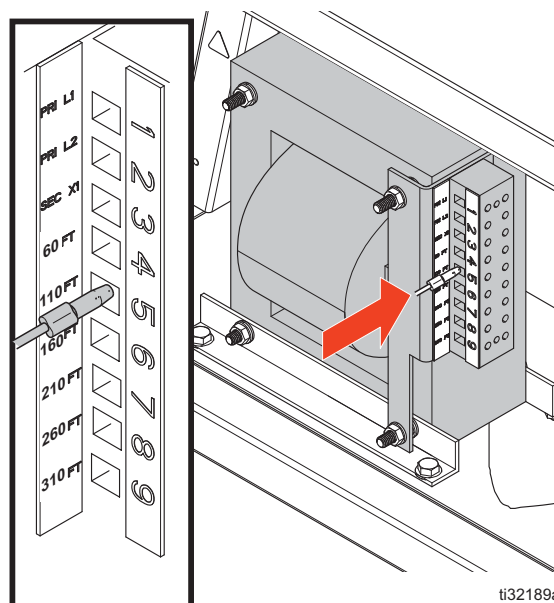

图 14: 软管变压器接线
3. 将软管变压器（ AC ）上的导线移动到与安装的软管长度相匹配的端子上。电线出厂设置为 60 英尺，请参见图 14。